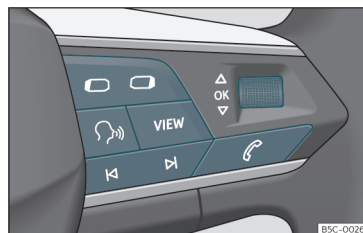

Fig. 64 Lato destro del volante multifunzione: tasti per l'utilizzo dei menu e delle indicazioni informative del quadro strumenti (a seconda della versione).
In presenza di un avvertimento con priorità 1 >>> pag. 79, non sarà possibile accedere ad alcun menu. Alcuni avvisi possono essere confermati o nascosti con il tasto **OK** del volante multifunzione >>> **fig. 64**.
- Se viene visualizzato un messaggio o il pittogramma di un veicolo, premere il tasto **OK** >>> **fig. 64**, se necessario ripetutamente.
- Per cambiare menu usare i tasti  o  >>> **fig. 64**.
• Per aprire il menu o l'indicazione informativa visualizzata premere il tasto **OK** » » fig. 64 o attendere alcuni secondi, finché il menu o l'indicazione informativa non si aprirà automaticamente.
- Nel menu visualizzato ruotare la manopola destra del volante multifunzione » » fig. 64 finché non verrà marcata l'opzione del menu desiderata. L'opzione appare contrassegnata.
- Premere il tasto **OK** » » fig. 64 per effettuare le modifiche desiderate. Una marcatura indica che il sistema o funzione in questione è attivato.
Premere il tasto **OK** » » fig. 64.